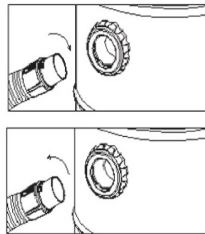

Bild 1
1. Stecken Sie den Schlauchanschluss in die Lufteintrittsöffnung. Vergewissern Sie sich, dass der Anschluss korrekt einrastet (Bild 1).